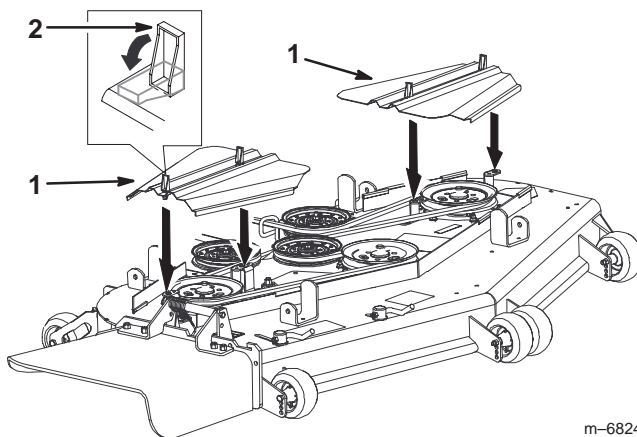

Figure 73
3. Déposez les couvercles de la courroie (Fig. 73).
7. Posez et verrouillez les couvercles de la courroie (Fig. 73).